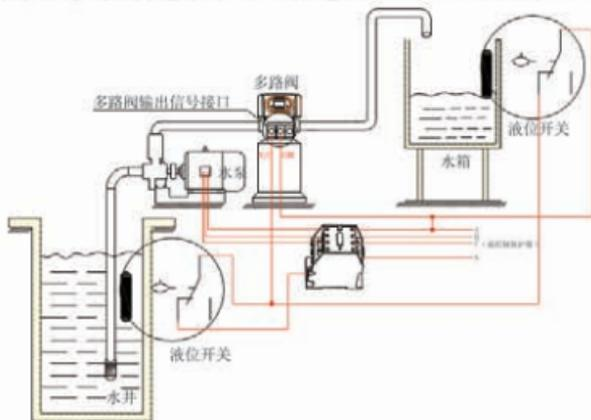

图3-6通过水箱液位控制380V进水泵的接线图
3) 通过水箱液位开关控制进水泵(三相电机)图3-6(设为b-01)